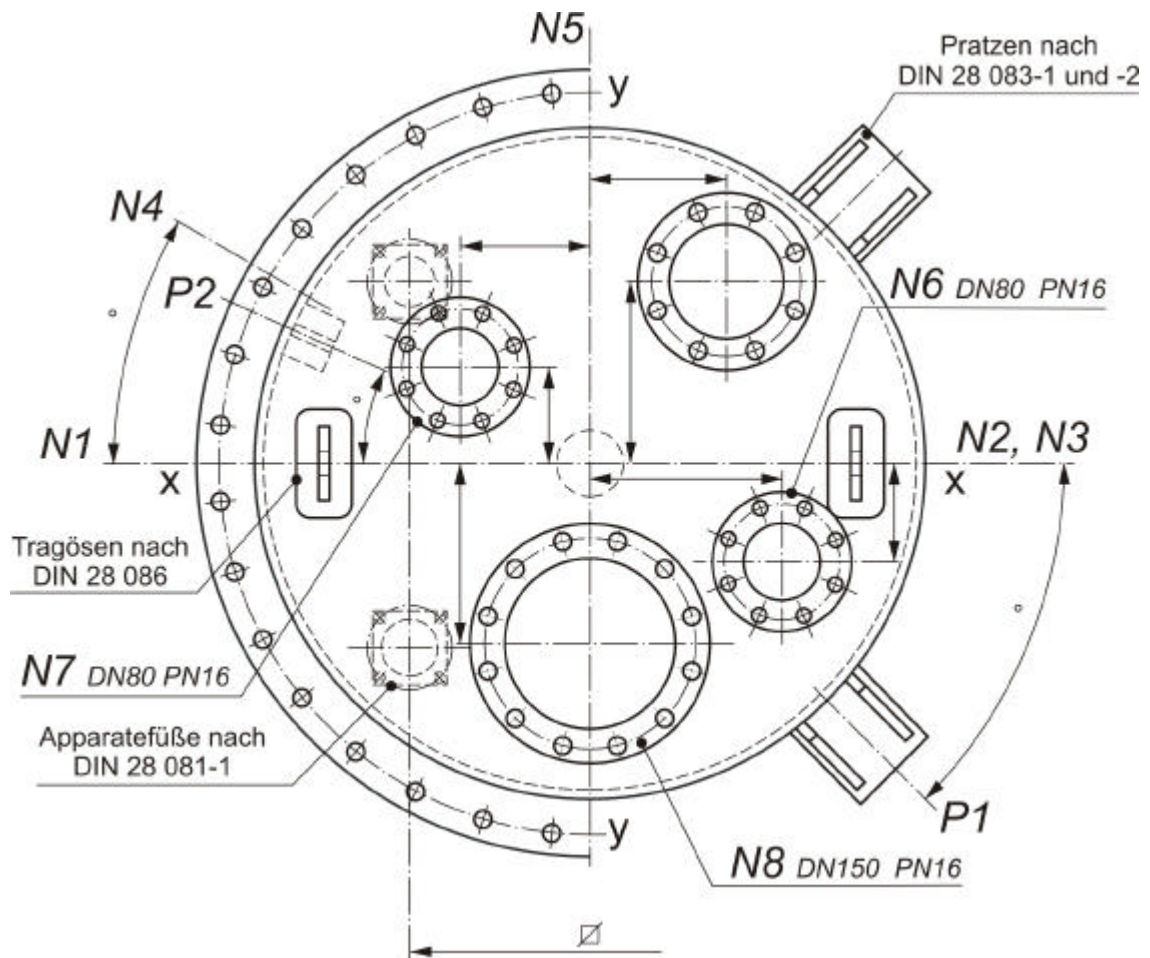
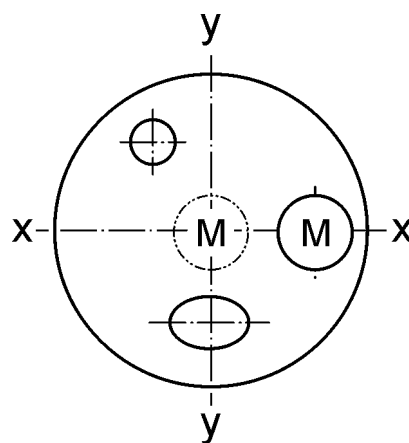
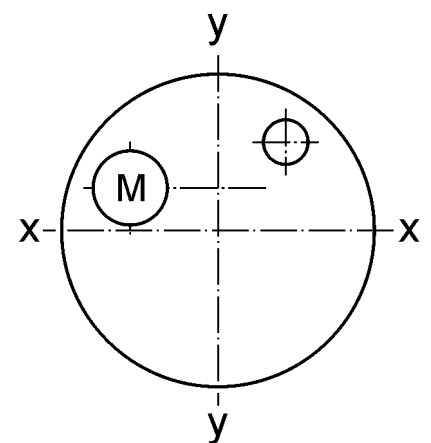

Bild 1: Draufsicht, Lage der Stützen, Ein- und Anbauteile
Bild 3
Bild 4
Die Stellung von Stutzen, Block- oder Rührwerksflanschen, auf dem Behälterdeckel/-boden bzw. die Lage von Prätzen, Füßen usw. die innerhalb des Durchmesserkreises liegen, ist im wie in Bild 1 dargestellt anzugeben.
Eine Achse des ovalen Mannlochs ist radial zu legen. In der Regel fällt eine Achse des runden oder ovalen Mannloches mit einer der Hauptachsen des Apparates zusammen (Bild 1 und Bild 3)
Die Achse des Antriebes (M), z.B. eines Rührwerkes, fällt in der Regel mit einer Hauptachse des Apparates zusammen (Bild 3) oder liegt parallel dazu (Bild 4).